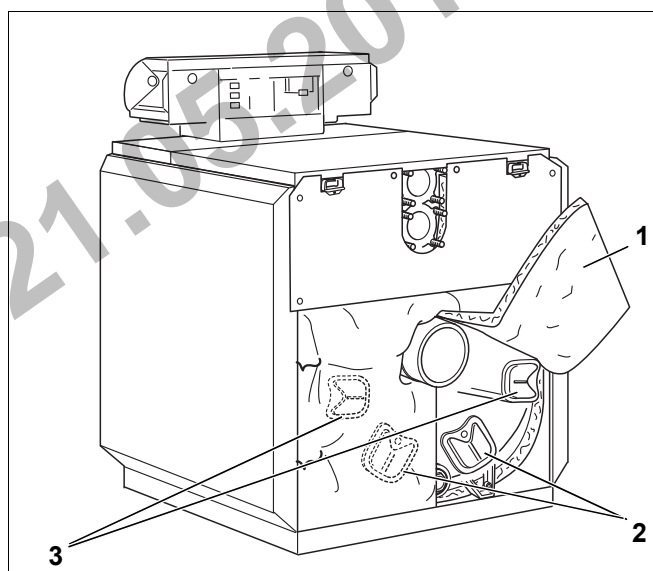

Рис. 52 Демонтаж крышек люка для чистки
- ▶ Поднимите оба конца теплоизоляции вверх рис. 52, [1]) и закрепите пружинными стяжками.
- ▶ Снимите крышки люков для чистки с задней секции рис. 52, [2]) и с коллектора дымовых газов рис. 52, [3]).